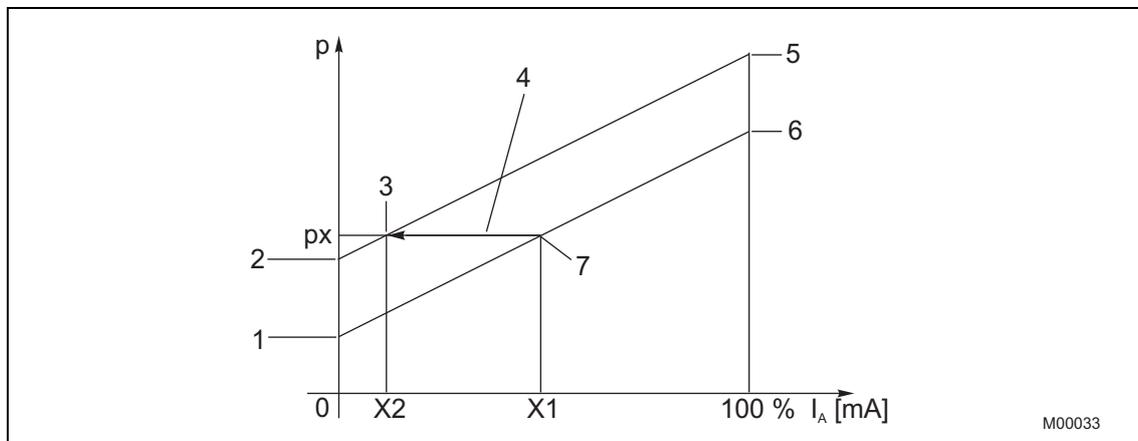

Abb. 20: Parallelverschiebung
- Der Druck-Messumformer zeigt bei anliegendem Druck p_x den normierten Ausgangswert x_1 in Prozent. Aufgrund der vorliegenden Applikation sollte aber der Wert x_2 angezeigt werden. Über die Vor-Ort-Bedienung / LCD wird nun der Wert x_2 eingestellt. Der Messumformer errechnet den neuen Nullpunkt und den neuen Endwert und übernimmt diese neuen Einstellwerte (siehe Abb. 20 Parallelverschiebung).